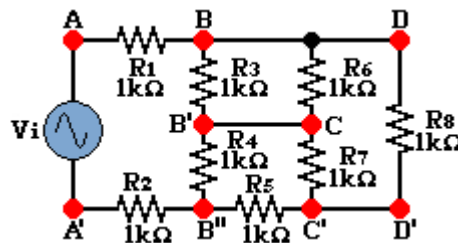

Figura 1.10
6. Arme el circuito de la figura 1.10. Calibré el generador de funciones,  $V_i$ , para obtener una señal senoidal igual a 12Vpp, a una frecuencia de 1kHz.
El osciloscopio posee un control etiquetado como **XY**, que nos va a introducir en una de las técnicas de medida de desfase. Una de las señales se aplica en la entrada del canal uno y la otra señal en la entrada del canal dos del osciloscopio (esté método solo funciona de forma correcta si ambas señales son senoidales con la misma frecuencia). La forma de onda resultante en la pantalla se denomina figura de Lissajous, como se muestra en la figura 1.10.